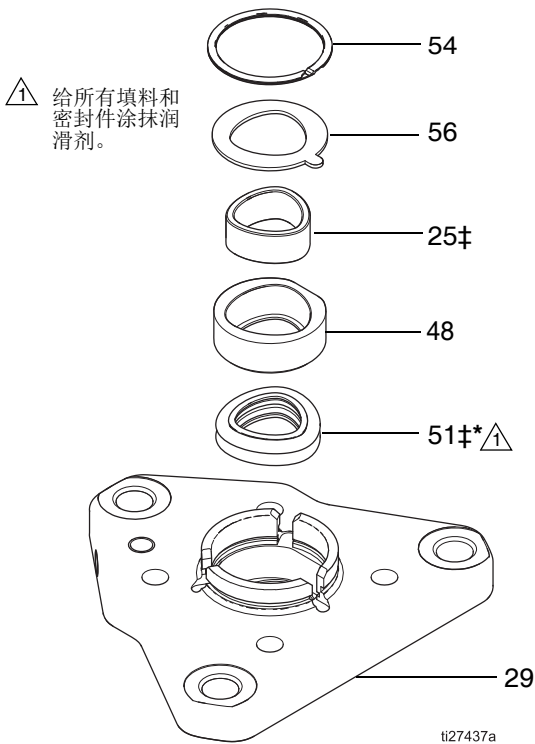

图 3. 顶板组件
1. 卸下螺丝 (63)、然后卸下固定环 (60)。
2. 从顶板 (29) 上卸下四组有头螺丝 (40) 和垫圈 (46)。
3. 小心升高顶板 (29)，脱离波纹管室 (45)。保持顶板 (29) 水平。
注释：参见图 3 (第 9 页)。固定环 (54)、固定垫圈 (56)、轴承壳体 (48)、轴承 (25) 和备份密封 (51) 位于顶板上并将随顶板 (29) 滑出。
- 如果波纹管已经故障，也从顶板上拆下呼吸阀 (26)。清洁堵塞油漆的流体通道。
参见图 3 (第 9 页)。
1. 将顶板组件 (29, 参见图 3, 第 9 页) 安装到波纹管组件 (53è) 上, 将波纹衬套 (34) 的形状与备份密封 (62è*) 的对齐。按照所需的方向, 以 90° 为增量旋转, 对齐螺栓孔。
6. 小心将固定环 (54)、固定垫圈 (56)、轴承壳体 (48)、轴承 (25) 和备份密封 (51) 从顶板 (29) 拆下。参见图 3 (第 9 页)。